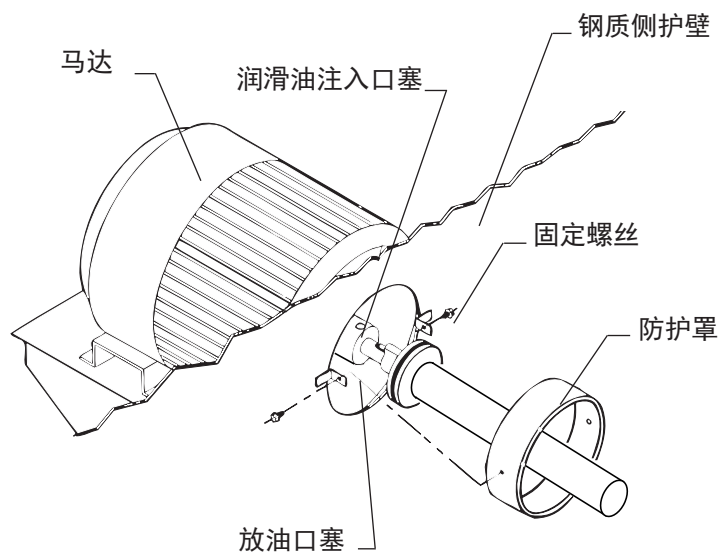

图 6
1. 如图6中所示除去保护罩。可在闭式冷却塔外碰到马达另一头的轴承。